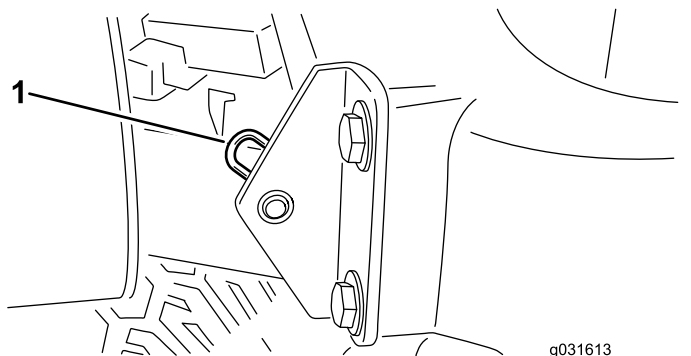

図 30
2. フードのピボット部をブラケットに固定しているヘアピンコッターを抜き取る 図 30。